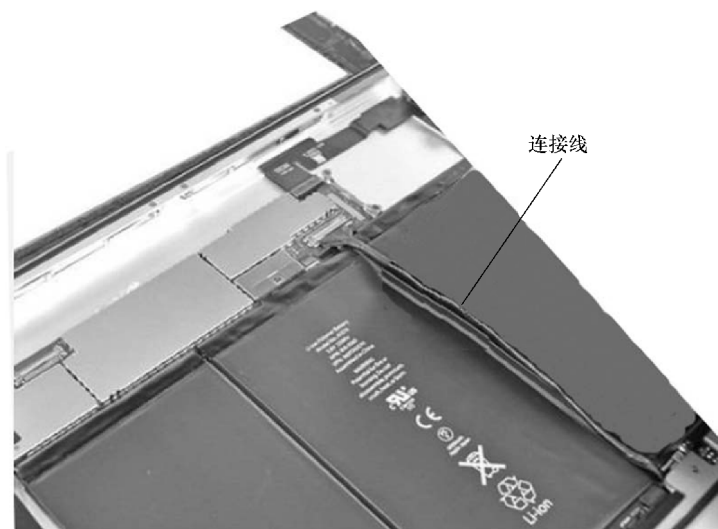

图 6-36 拆开飞线
2) 主板的拆卸。把连接主板和机身另一侧按键、后置摄像头的连接线分离，如图 6-36 所示。